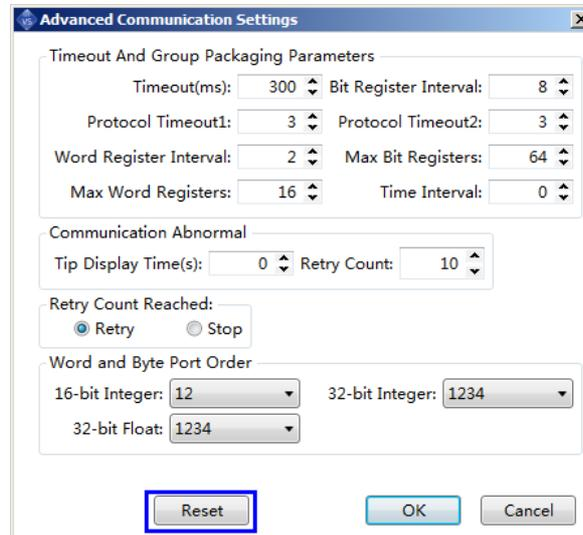

**Рисунок 75 - Окно настроек ведомого устройства**
1. Выберите роль ведомого устройства, в окне настройки будут отображены доступные опции и параметры для конфигурации (рисунок 75).